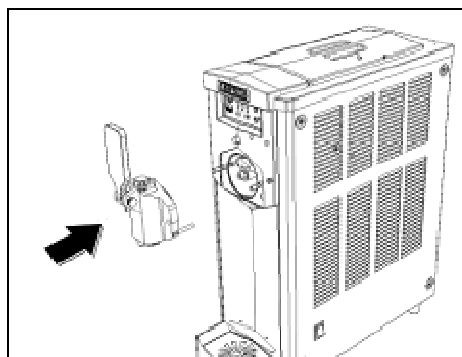

Fig. 22
- **R**imontare la flangia facendo in modo che il perno di centraggio vada ad accoppiarsi alla sua sede (fig.22).